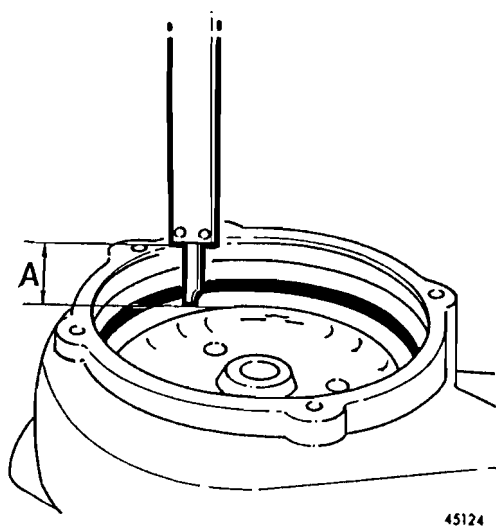

Fig. 250
- 19 Medir la distancia entre la parte posterior de la rueda de álabes y el plano de contacto de la tapa, que ha de ser de 24,3-24,7 mm, véase la fig. 250.